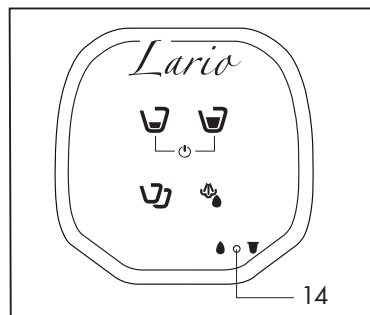

Fig. 4
Quand le voyant (14) (Mod.VAP et 4D) du tableau de commande s'allume, cela indique un manque d'eau dans le réservoir (Fig. 4) ; procéder dans ce cas au remplissage du réservoir (8) comme indiqué plus haut.